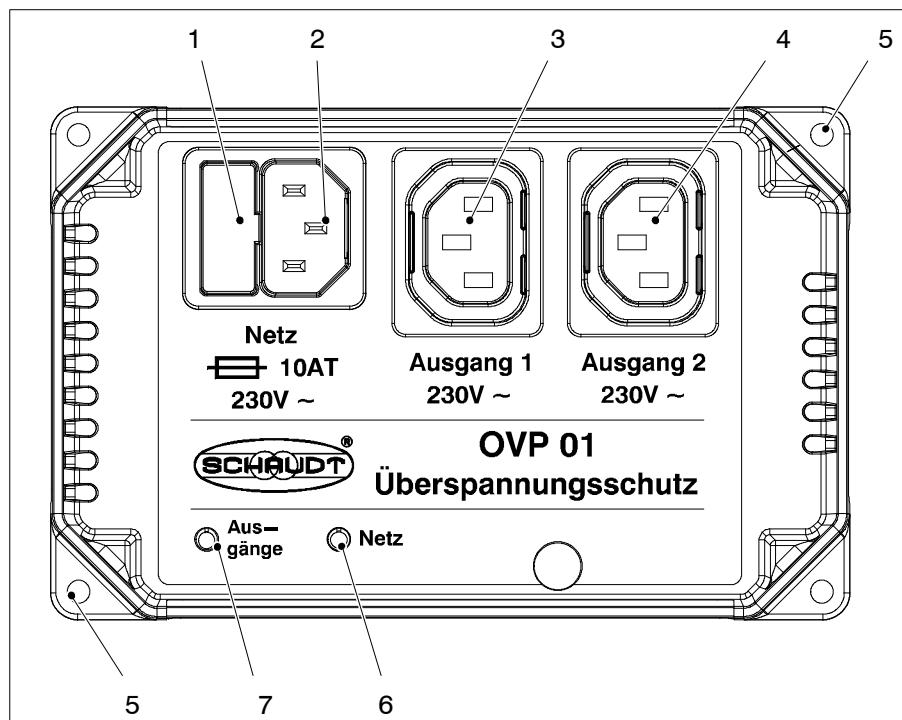

Bild 1 Überspannungsschutz OVP 01 A
- LED "Netz" (Bild 1, Pos. 6):
- LED "Ausgänge" (Bild 1, Pos. 7):